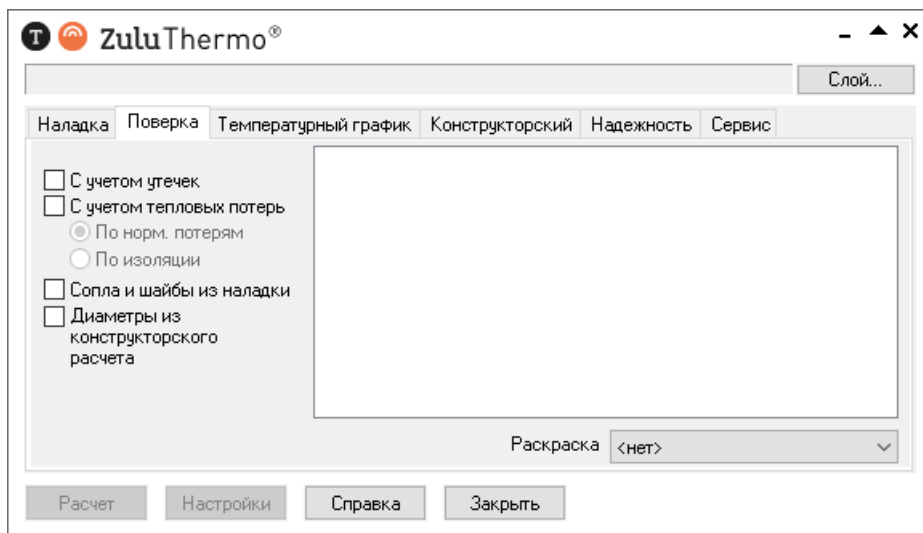

Рисунок 3.5. Окно теплогидравлических расчетов ZuluThermo
1. Выбрать команду главного меню Задачи|ZuluThermo или нажать кнопку  панели инструментов. На экране появится панель теплогидравлических расчетов (Рисунок 3.5, «Окно теплогидравлических расчетов ZuluThermo»).